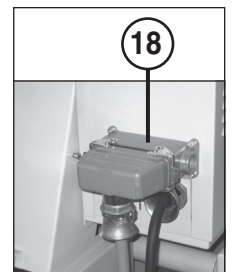

Abb. 4
6. Unebenheiten des Bodens mit Hilfe der Ausgleichschrauben (20) ausgleichen (Abb. 4).
4. Den Anschlußstecker des Verdichters in die an der Gehäuse-Rückwand des Shredders befindlichen Steckdose (18) einstecken und verriegeln (Abb. 4).